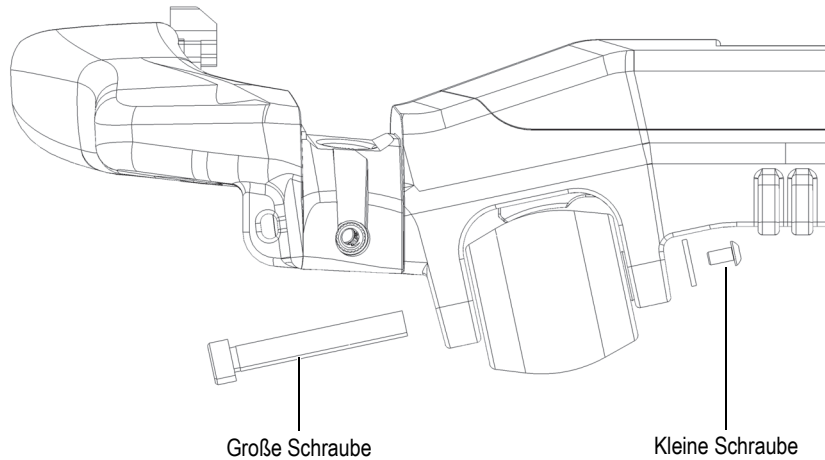

Abbildung 5-1 Schraube entfernen
1. Lösen Sie die kleinen Schrauben mit einem Sechskantschlüssel, während Sie die große Schraube mit einem anderen Sechskantschlüssel (Abbildung 5-1 auf Seite 77) festhalten.